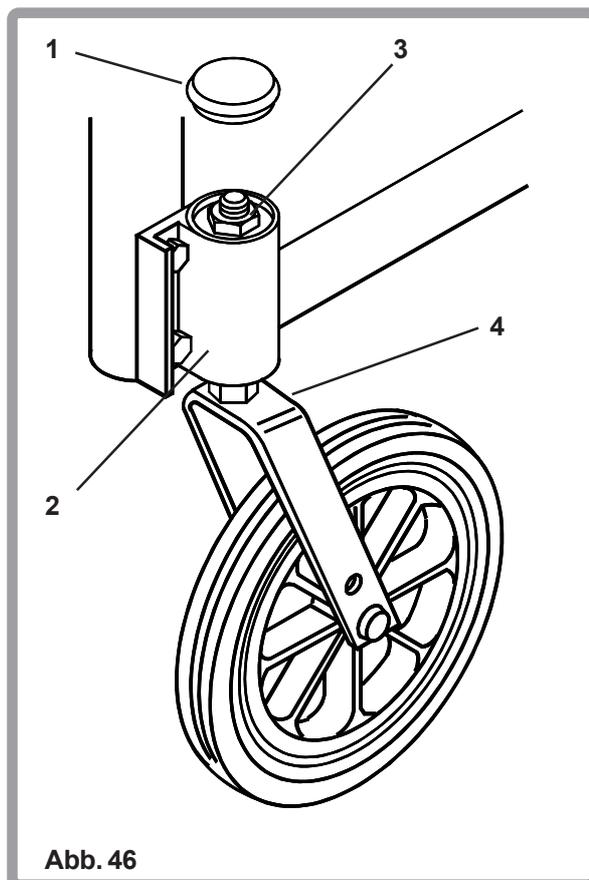

Abb. 46
Bei zu viel Spiel am Vorderradlager (Abb. 46) kann dieses wie folgt eingestellt werden: Entfernen Sie die Staubkappe (1) des Vorderradlagergehäuses (2) und ziehen Sie die Mutter (3) an, bis das Spiel aufgehoben ist, der Gabelbolzen (4) aber noch einwandfrei gedreht werden kann.